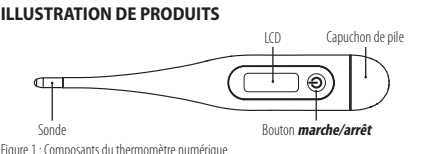

Figure 1 : Composants du thermomètre numérique
- Appuyez sur le bouton *Marche/Arrêt* situé à côté de l'écran LCD de la figure 1. Un signal sonore retentit lorsque l'écran affiche **1888.5**, suivi de la dernière température enregistrée. Après avoir affiché la température d'autotest, le thermomètre est maintenant en mode de test.